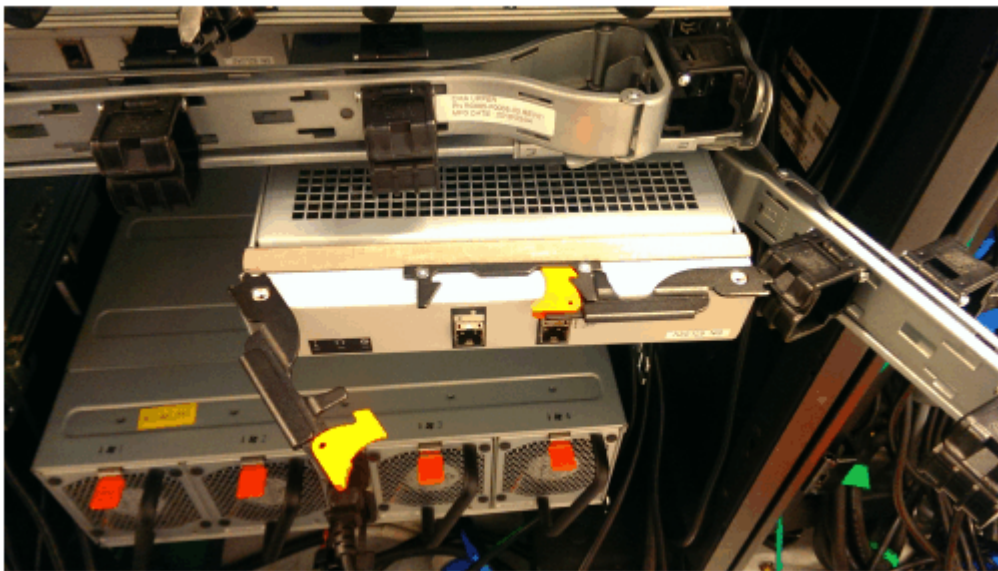

Figura 63. Instale a caixa de expansão
1. Desconecte o cotovelo do suporte para organização de cabos inferior para removê-lo, conforme mostrado em Figura 63 na página 62.
4. Quando a caixa de expansão estiver totalmente inserida, gire cada alça para dentro para travá-la na posição, conforme mostrado na Figura 63 na página 62.